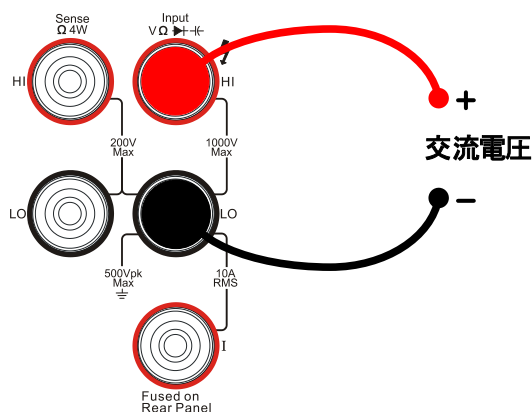

図 2-7 結線図
- 図 2-7 のように付属の赤色テストリード線を「Input HI」端子に、黒色テストリード線を「Input LO」端子に接続します。